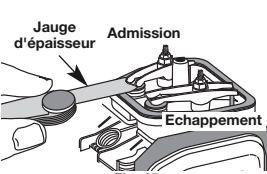

Fig. 27
7. Glissez la jauge d'épaisseur entre le culbuteur et le ressort de rappel de la soupape. Mesurez le jeu entre la tige de soupape et le culbuteur (Fig. 27). Faites-le pour les soupapes d'admission et d'échappement.
L'écart de jeu recommandé pour l'admission et l'échappement est de 0,076 – 0,152 mm (0,003 – 0,006 po). Servez-vous d'une jauge d'épaisseur d'automobile standard de 0,127 mm (0,005 po). La jauge d'épaisseur devrait pouvoir glisser entre le culbuteur et la tige de soupape en rencontrant une faible résistance mais sans coller (Fig. 27 et 28).